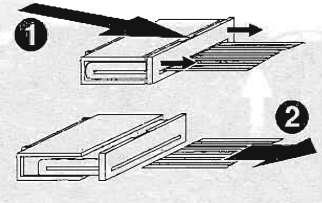

Fig. 9
- Flexprinthalter, unter dem Laufwerk, auf der Hauptplatte lösen ① (Fig. 9).
- Flexprint aus Flexprinthalter ziehen ② (Fig. 9).
- Open the flexprint holder ① (Fig. 9) beneath the drive mechanism on the main board.
- Pull the flexprint out of the holder ② (Fig. 9).